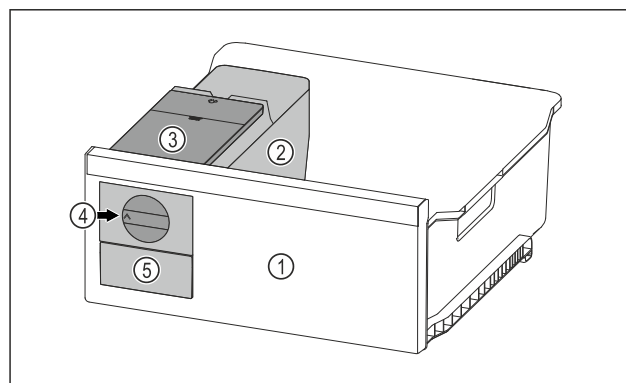

Fig. 66 Príklad zobrazenia
- Otočný gombík Fig. 66 (4) otočte v smere hodinových ručičiek až na doraz.
► Kocky ľadu vypadávajú z misky na kocky ľadu do zásuvky na kocky ľadu Fig. 66 (5).